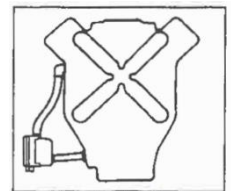
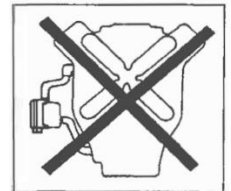

Figure 1 – Installation adéquate
Figure 2 – Erreur: réchauffeur installé trop haut
3. Raccordement de sortie du réchauffeur - Le boyau de sortie du réchauffeur doit être raccordé au boyau qui va de la chaufferette de l'habitacle au bloc-moteur. Garder le boyau de sortie aussi court que possible et maintenir une montée de 12 po entre le réchauffeur et le boyau du bloc-moteur afin d'obtenir une circulation adéquate. Éviter d'installer le réchauffeur à un endroit exigeant que le boyau soit acheminé de manière à restreindre le débit du liquide de refroidissement (p. ex., pardessus le bloc-moteur). Éviter les coudes ou les boucles afin de prévenir les bouchons d'air qui peuvent empêcher la circulation du liquide de refroidissement. Voir les figures 1 à 4 ci-dessous.
2. Il est préférable d'installer le réchauffeur sous le point le plus bas du système de refroidissement afin d'obtenir une hauteur piézométrique adéquate à l'entrée du réchauffeur et un débit maximum du liquide de refroidissement. Voir la figure 1. Le débit du liquide de refroidissement peut être réduit si le réchauffeur est installé trop haut. Voir la figure 2.